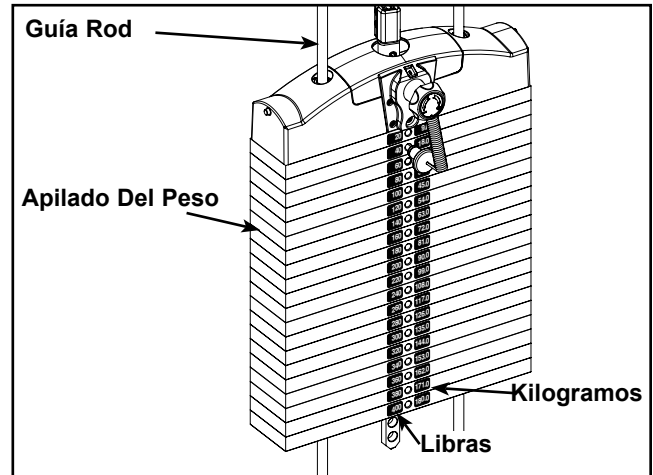

Figura 15
- E. Quitar cuidadosamente la parte delantera, saliendo de etiquetas el adherir a las placas del peso. Ver Figura 15.